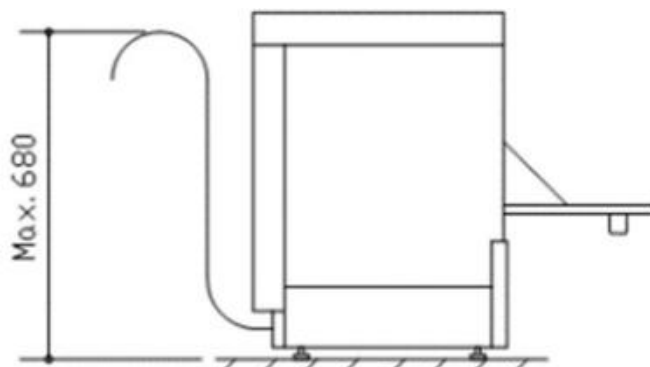

Figura 7.
Dacă conexiunea cu rețeaua de canalizare este mai sus decât ieșirea apei din mașină, este necesar instalarea unei pompe de drenaj. Ieșirea pompei poate fi la o înălțime maximă de 680 mm. (Figura 7.)
- Rotiti butonul selectare ciclu (A) in pozitia "I" (sau pictograma DRENAJ din dreapta)
- Inchideti usa si apasati butonul de pornire (D), ciclul de drenaj porneste automat
**IMPORTANT!** La modelele echipate cu pompa drenaj, conexiunea la reseaua de canalizare trebuie sa fie intr-o pozitie mai inalta fata de punctul de drenaj al masinii (max. 680 mm) (vezi Figura 7.)